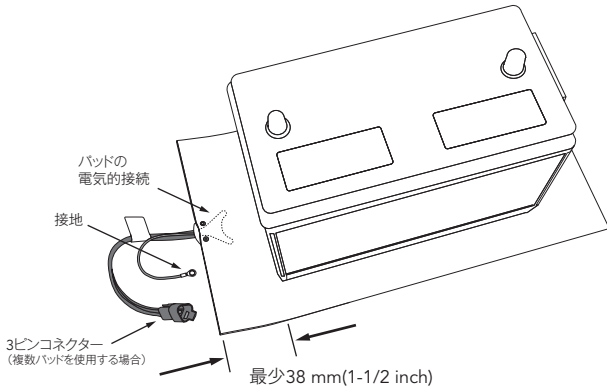

図2 バッテリーパッドの取り付け
6. バッテリーをパッドの上に置きます。パッドの電気接続部を損傷しないようにバッテリーは少なくとも38 mm (1-1/2 inch) パッドの端から離して設置してください。図2参照。